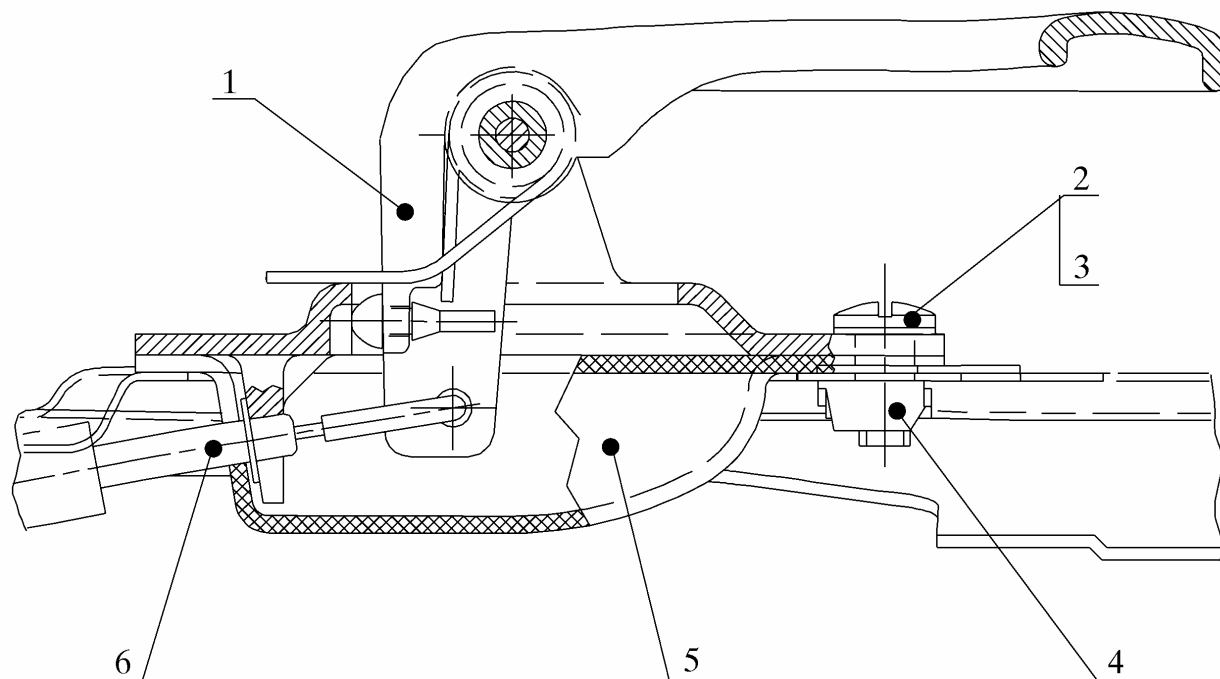

Рис. 30. Установка внутреннего привода передней левой двери:
2) два винта 2 (рис. 30) крепления внутреннего привода 1 к внутренней панели двери затянуть с моментом, обеспечивающим неподвижность привода